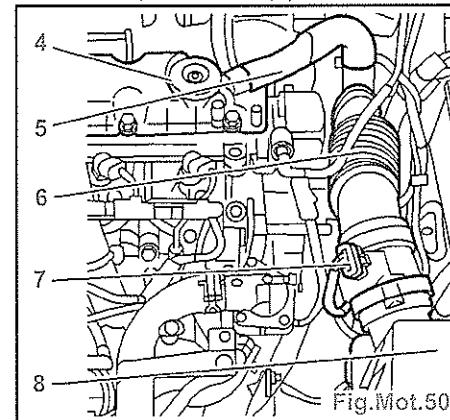

Fig.Mot.50
- la durit d'arrivée gazole (2),
- la durit de retour gazole (1).
- Débrancher le connecteur (7) (Fig.Mot.50).
- Désaccoupler la durit (5).